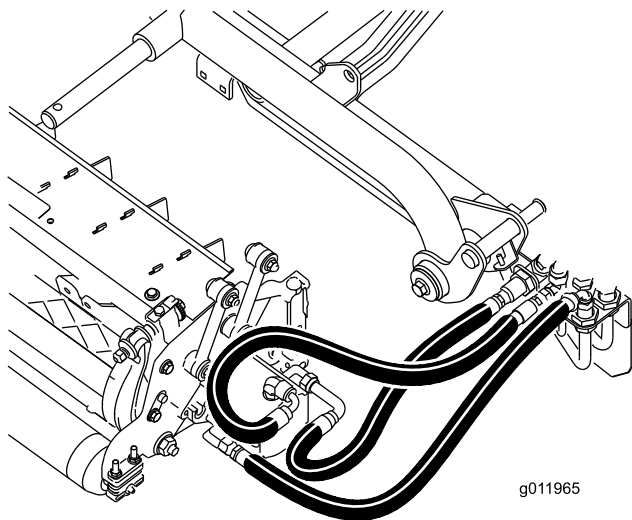

Bild 21
**Wichtig:** Vergewissern Sie sich, dass keine Schläuche verdreht oder stark geknickt sind. Die Schläuche des Heckmähwerts müssen, wie in Bild 21 abgebildet, verlegt werden. Heben Sie die Mähwerke an und bewegen Sie sie nach links (Modell 03171). Die Schläuche des Heckmähwerts dürfen die Halterung des Fahrertriebskabels nicht berühren. Ändern Sie ggf. die Position der Befestigungen und/oder der Schläuche.